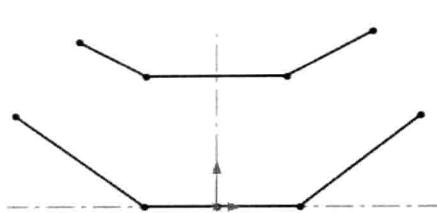

图 3.3 绘制的直线
(2) 绘制直线。选择下拉菜单 **工具(T)** → **草图绘制实体(E)** → **直线(L)** 命令，在图形区中绘制图 3.3 所示的直线。